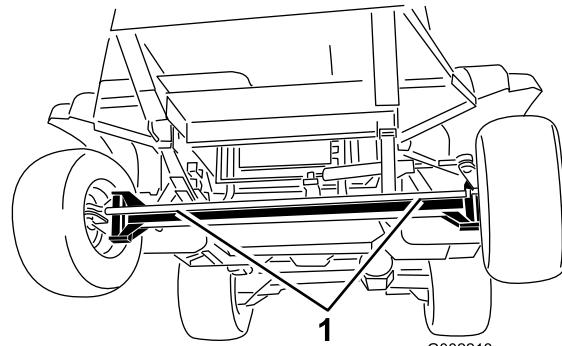

Figure 30
2. Accrochez un câble de remorquage au châssis. Reportez-vous aux points de remorquage avant et arrière dans les Figure 30 et Figure 31.